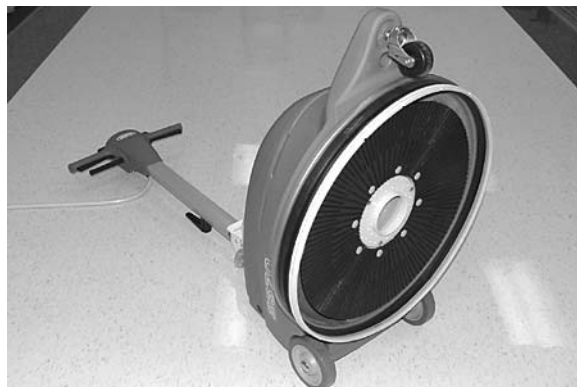

図 1
3. ハンドル位置調節レバーを引き、操作ハンドルを立てた状態にしてから、注意して本機を後方に傾け、床面に操作ハンドルを寝かせます。(図 1)